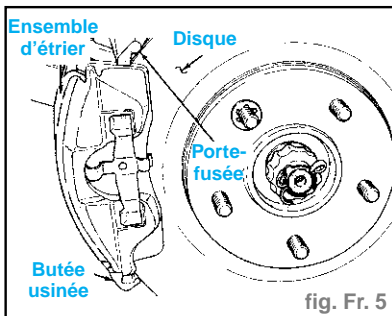

fig. Fr. 5
- Déposer l'étrier du porte-fusée, en commençant par faire pivoter l'extrémité libre de l'étrier à l'écart du porte-fusée. Ensuite, faire coulisser l'extrémité opposée de l'étrier pour extraire de la porte-fusée (fig. Fr. 5).
- Placer prudemment l'étrier et les ensembles de plaquettes de frein par-dessus le disque de frein en accrochant l'extrémité inférieure ou supérieure de l'étrier par-dessus la butée usinée du porte-fusée (fig. Fr. 5). Ensuite, faire pivoter l'étrier en place au sommet du porte-fusée. Les boulons de guidage d'étrier, les manchons et les bagues coulissantes doivent être dégagés des bossages du porte-fusée.